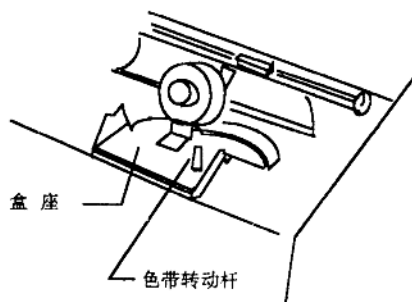
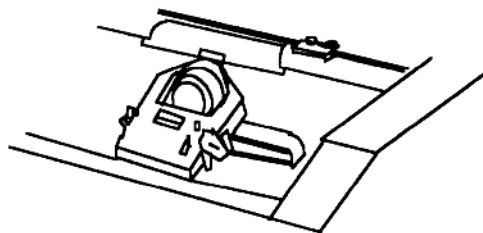

图 2
图 3
- (2) 如图2所示：将色带盒 正面朝上(带旋钮的一面为正)，把机器上的色带固定卡向操作者方向拨动，使色带盒下方的小孔对准机器上的色带转动杆，轻轻压下色带盒，并复原色带盒固定卡，再次转动塑料旋钮将色带绷紧(如图3)。